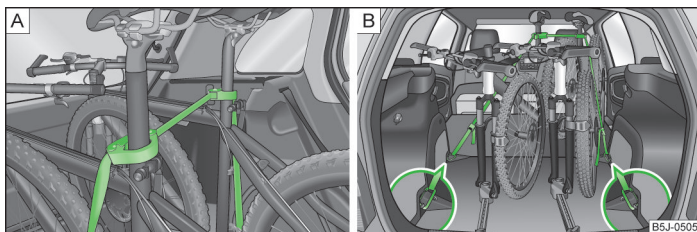

Fig. 60 Fissaggio sicuro delle biciclette
- Collocare la fascetta con l'elemento in gomma in avanti (nella direzione di marcia) quanto più possibile sotto il supporto della sella e quindi chiuderla » fig. 60 - **A**.
- In caso di trasporto di due biciclette, tendere la cinghia » fig. 60 - **A** tra le selle, facendo in modo di avvicinare le due biciclette.
- Attaccare i ganci a moschettone posti alle estremità della cinghia negli occhielli mobili dietro i sedili posteriori » fig. 60 - **B**.